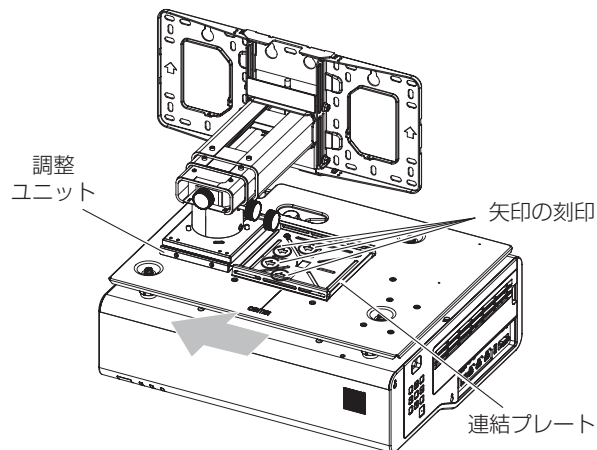

図2
- 2) プロジェクターが取り付けられた状態で、取付用ベース金具セット上の連結プレートを、壁掛取付金具本体の調整ユニット部にスライドさせてはめ込む (図2)